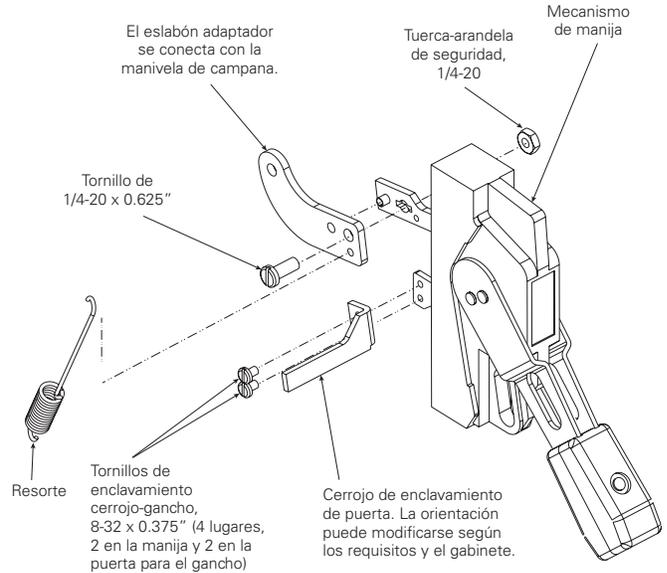

Fig. 2-2. Ensamble de mecanismo exterior de manija
- Paso 7.** Monte el pestillo de enclavamiento de la puerta en la manija con dos tornillos #8-32 SEMS. Vea la Fig. 2-2. La orientación del pestillo puede modificarse según las necesidades del cliente y los gabinetes.